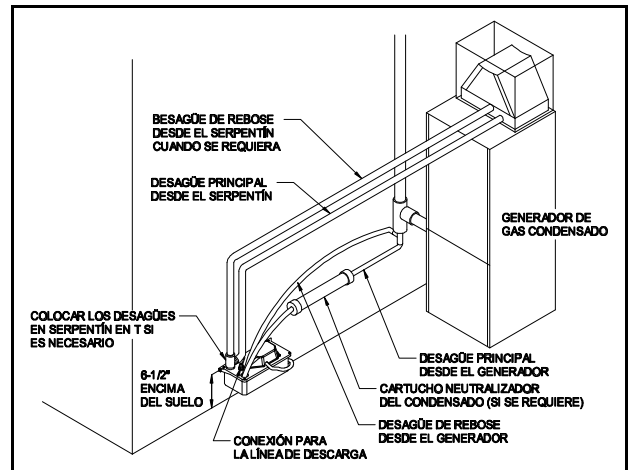
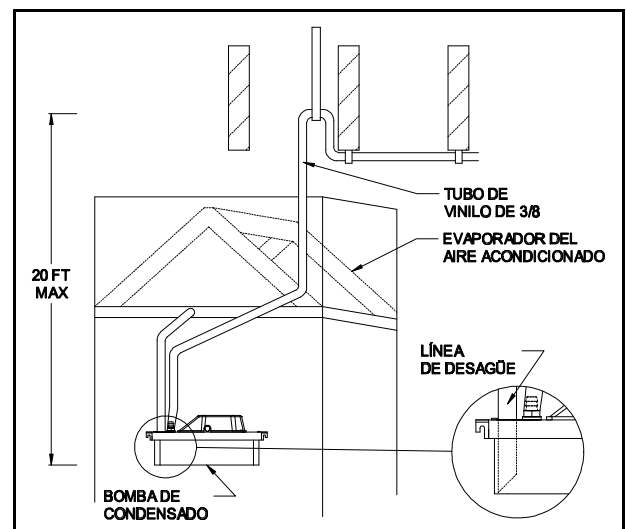

Figura 1
Figura 2
3. La bomba se debe montar de manera que la plataforma quede por lo menos a 6 ½" por encima del piso. (Ver Figura 1) Esto permitirá que haya una luz para que el tanque se pueda sacar más tarde para la limpieza.
1. Haga correr un tubo o caño flexible desde el desagüe del condensado en la bandeja del evaporador y/o desde el desagüe del generador, a uno de los orificios de admisión en la bomba. Esta línea de desagüe debe tener una pendiente descendente continua para permitir el flujo de la gravedad. Corte el extremo de la línea en ángulo para que el extremo no se cierre en el fondo del tanque de la bomba. (Ver Figura 2) **NOTA:** Si hay un desagüe de rebose desde la bandeja del evaporador o desde el generador, es posible que sea necesario derivar el rebose y el desagüe principal juntos antes de que entren en la bomba. (Ver Figura 1)
2. Conecte una línea de descarga a la válvula de retención dentada en la parte superior de la bomba. Esta línea puede ser un tubo flexible o un caño rígido, pero no debe tener un diámetro interno mayor de 3/8". Extienda la línea de descarga directamente desde la bomba al punto más alto posible sin superar la altura/capacidad de gph de la bomba, antes de dirigir la línea al desagüe. Desde este punto alto, haga correr la línea de descarga al desagüe con una pendiente descendente. Para mejores resultados, el desagüe debe estar por debajo o aproximadamente nivelado con el fondo del tanque de la bomba. Si no es posible hacer que la línea vaya en pendiente descendente, haga una trampa en "U" invertida en el punto alto de la línea de descarga por encima de la bomba. (Ver Figura 2)